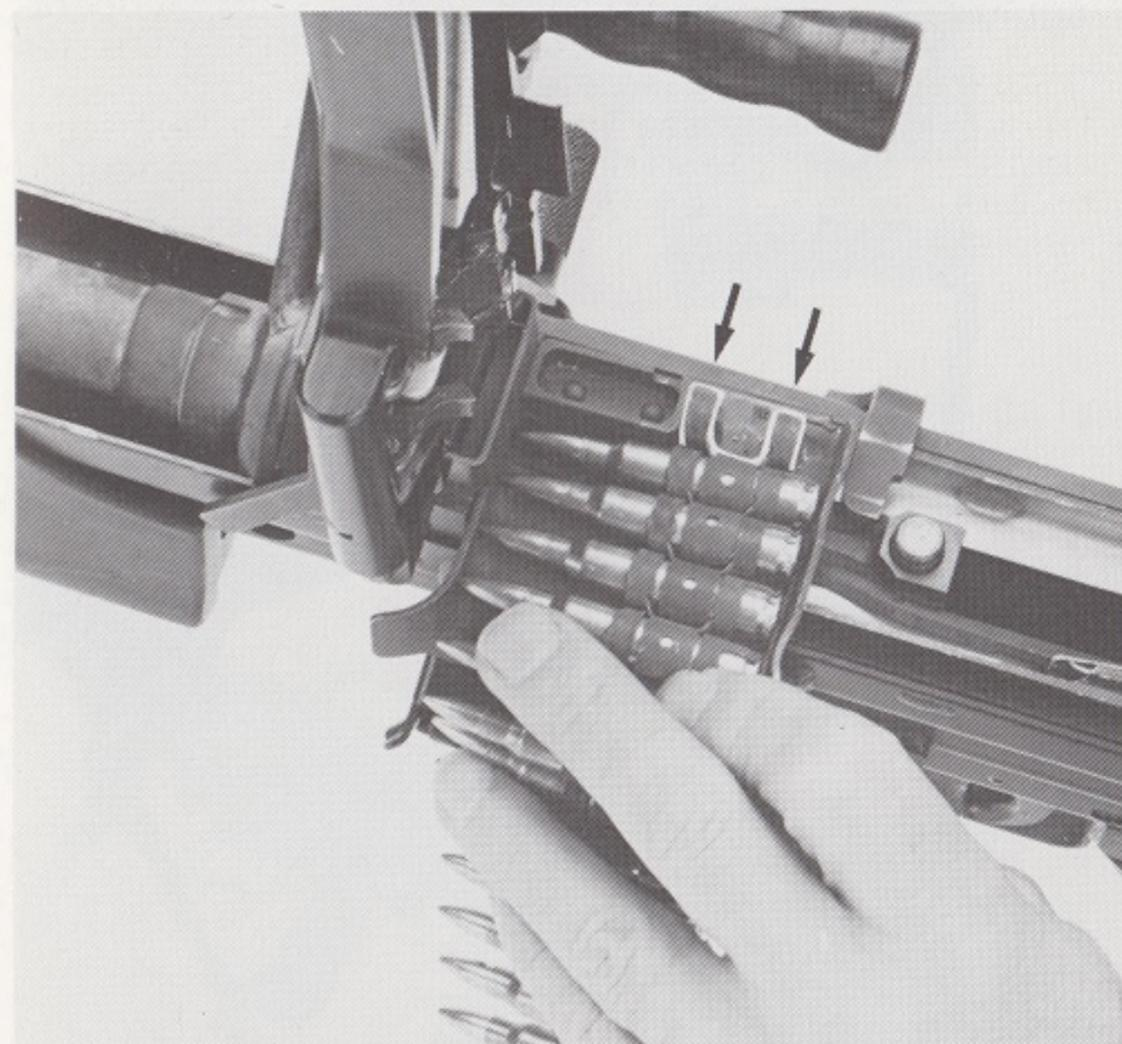

Fig. 37
- Placer la bande sur le couloir d'alimentation de sorte que la première cartouche soit en contact avec la butée latérale (Fig. 37).
ATTENTION: afin de ne pas mettre la bande à l'envers, veiller à ce que le premier maillon présente 2 pattes et non une (Fig. 37). La partie ouverte du maillon doit se trouver vers le bas.